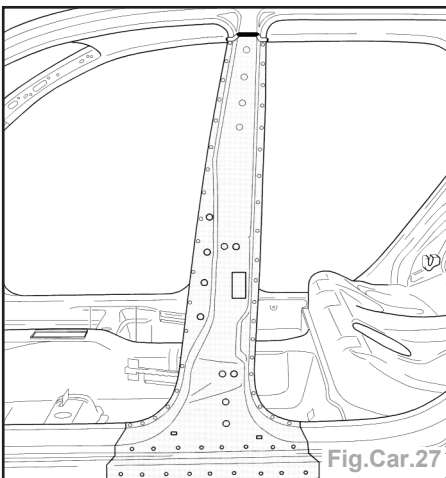

Fig.Car.27
- Positionner les lignes de coupe du haut à 30 mm au-dessus de l'écrou pour le renvoi de la ceinture (Fig.Car.27).